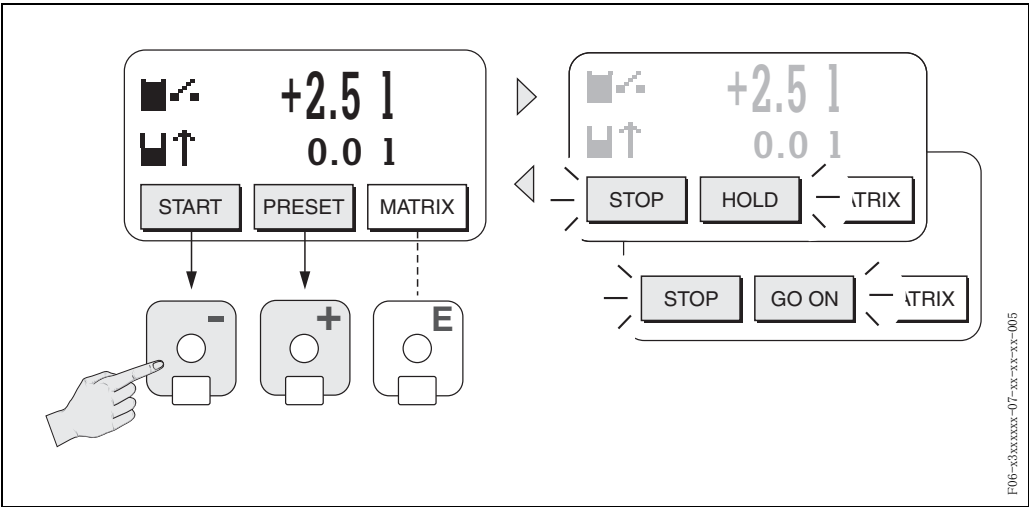

図 46：現場指示計によるバッチ制御 (ソフトキー)
- 1. バッチクイックセットアップまたは、機能マトリクスを使用して、必要なすべてのバッチ制御に関する機能を設定し、表示部の 3 行目を "バッチョウスイッチ (バッチ用スイッチ)" に割当ててください。以下の "ソフトキー" が表示部の下段に表示されます (図 46)：
- MATRIX = 右のディスプレイキー (E)
- 3. "PRESET" メニューを終了後、"START (-)" キーを押してバッチ制御を開始してください。新しいソフトキー (STOP / HOLD または、GO ON) が表示部に表示されます。これらのキーを使用して常時、バッチ制御を停止、中断及び継続することができます (図 46)：